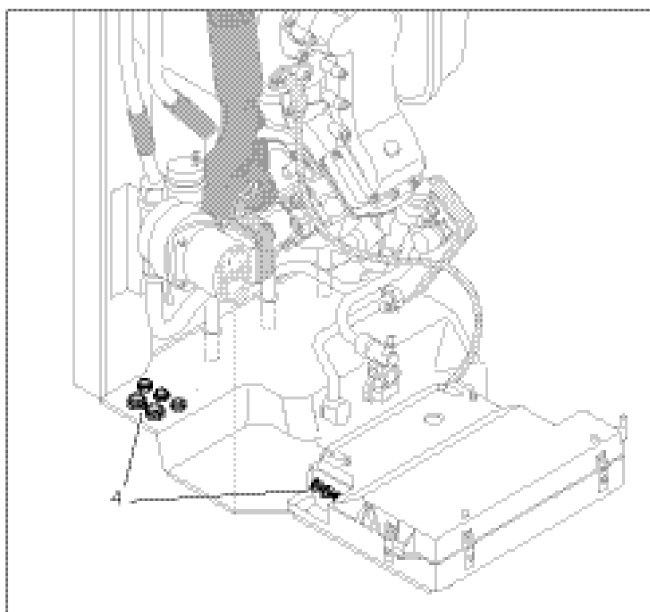

Рис. 4.8 Каналы для прокладки кабеля
- введите провода соответствующих подключаемых приборов через отверстие для ввода кабеля (4) с левой стороны аппарата (рис. 4.8)
- введите кабель соответствующих подключаемых компонентов через резьбовое соединение (4) с левой стороны аппарата (рис. 4.8)